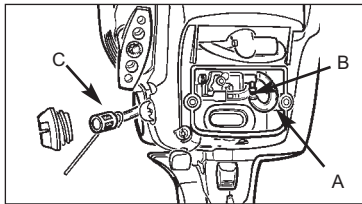

рис. 15
2. Отсоедините топливный шланг (A) от штуцера карбюратора
- С помощью крючка из проволоки (D) или острогубцев выньте топливный фильтр (C) из бака. Отсоедините фильтр и выбросьте его.
- Подсоедините топливный шланг (A) к штуцеру карбюратора (B). Верните на место воздушный фильтр и крышку воздушной камеры (рис. 15).